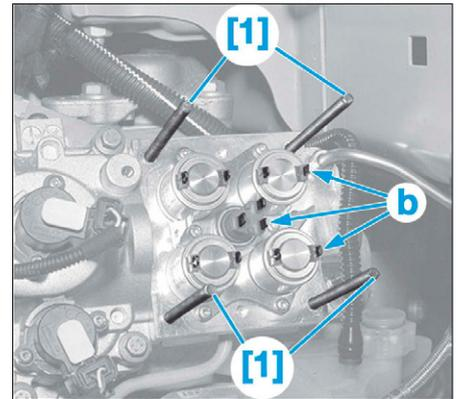

FIG. 41
- Contrôler le bon alignement des broches en (b) des électrovannes et du capteur de pression avant de reposer le calculateur (Fig.41).